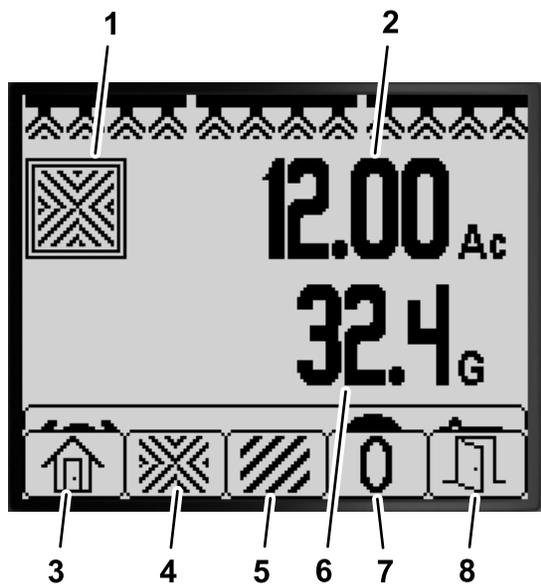

图 76
1. 在主屏幕上点按任何按钮均可打开菜单栏 图 75 和 图 76。
2. 按 2 号按钮可打开 Total Area 总面积屏幕 图 76。
3. 使用 InfoCenter 信息中心按钮图 76 可执行以下操作